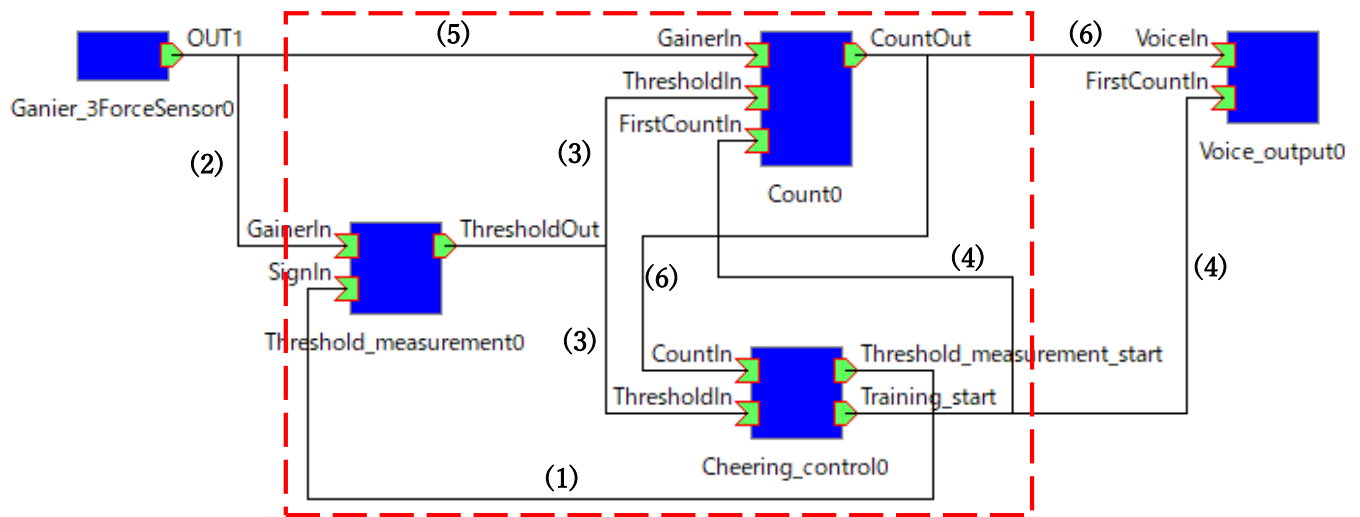

図 6 システム構成
既存の RTC と組み合わせた RT システム構成図を図 6 に示す。今回開発した RTC は、CountRTC, Threshold_measurement RTC, Cheering_controlRTC である。Gainer_3ForceSensorRTC と Voice_output RTC は芝浦工業大学工学部機械機能工学科知能機械システム研究室で開発されたものである。
(4) Eclipse にてネームサーバーを“localhost”に接続し、全ての RTC を System Diagram 上にドラック & ドロップすると RTC が表示される。
(5) 図 6 のように RTC を接続する。
(6) All Activate を行うと GUI が 表示される。